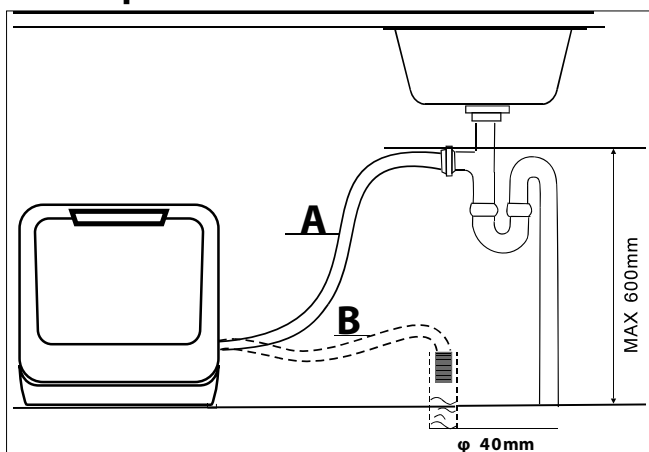

Abb. 8 – Siphonanschluss
- ▶ Verbinden Sie den Abflussschlauch mit dem Siphon (für Waschmaschinen) des Abflussrohres unterhalb des Spülbeckens (siehe Abb. 8). Achten Sie auf ein ausreichendes Gefälle des Abwasserschlauchs. Das Gerät sollte mindestens 4 cm über dem Abfluss positioniert werden.